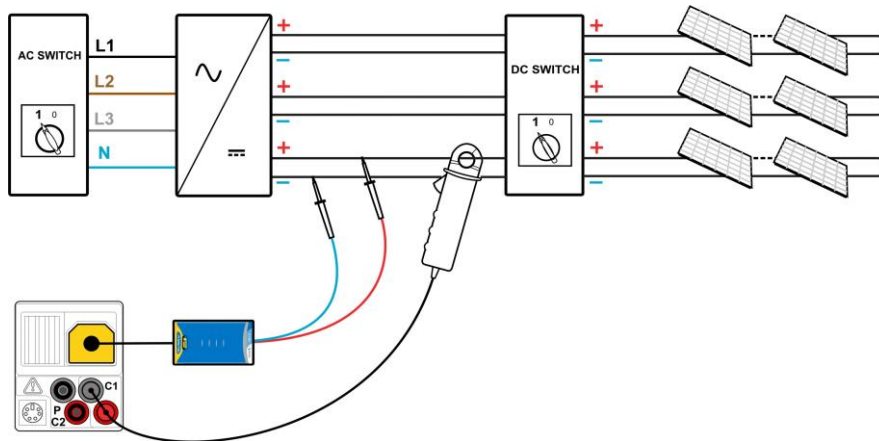

Abbildung 6.6: PV-Wechselrichterprüfung - DC Seite
- ❑ **Schließen** Sie die Zubehörteile an das PV-System an (siehe Abbildung 6.6 bis 6.8).